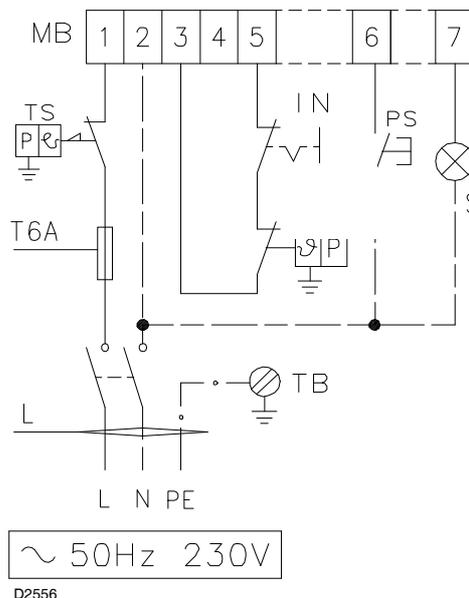

Fig. 22
- LAYOUT (Fig. 22)
#### Key to wiring layout (Fig. 22):